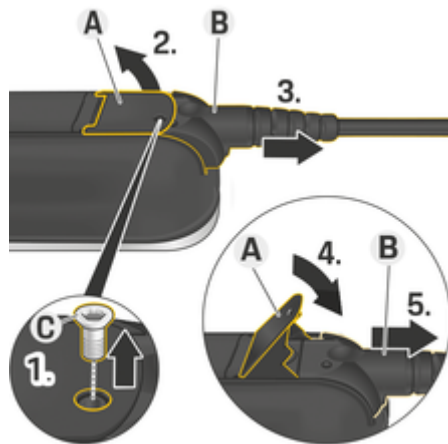

图 267: 断开电缆
1. 使用合适的工具拆下螺钉 C (图 267)。
2. 提升杆 A (图 267)。
3. 将插头 B (图 267) 往外拔，直至感觉到阻力。
4. 合上杆 A (图 267)。
5. 完全拔出插头 B (图 267)。